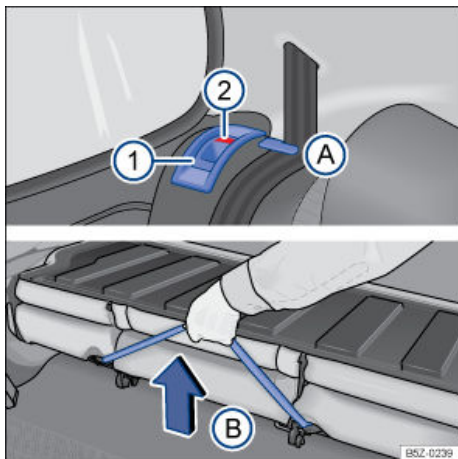

Fig. 63 Banco traseiro: botão de destravamento ❶; posicionador para os cadarços dos cintos A; alça para destravamento do conjunto do assoalho B.
- Posicionar os cadarços dos cintos de segurança nos seus respectivos posicionadores → Fig. 63 A.
- Puxar o botão de destravamento → Fig. 63 ❶ em ambos os lados para frente e, ao mesmo tempo, rebater o encosto do banco traseiro para frente.
- Puxar a alça → Fig. 63 B para destravar o conjunto do assoalho e, ao mesmo tempo, levantar-o **cuidadosamente** na direção dos bancos dianteiros.
- Segurar o banco traseiro pela alça → Fig. 63 B e, soltar de uma altura de 15 cm.
- Retirar os cadarços do cinto de segurança do posicionadores → Fig. 63 A.
- A marcação vermelha → Fig. 63 ② não pode mais estar visível.